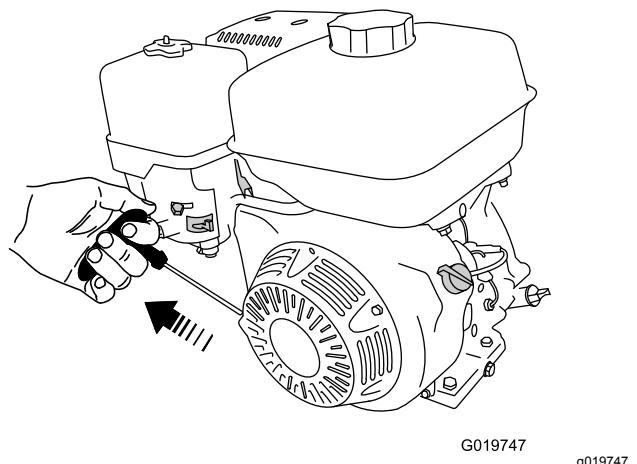

Figura 29
6. Tire del arrancador suavemente hasta que note resistencia, luego tire con fuerza (Figura 29). Deje que el arrancador vuelva lentamente a su posición inicial.